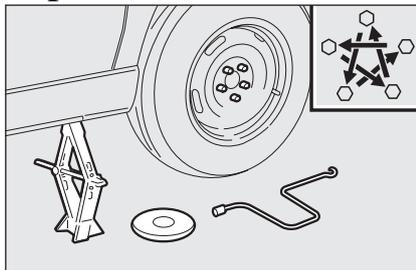

fig. 7
- ajuste a fondo los bulones, pasando alternativamente de un bulón al diametralmente opuesto, según la secuencia graficada en la **fig. 7**;